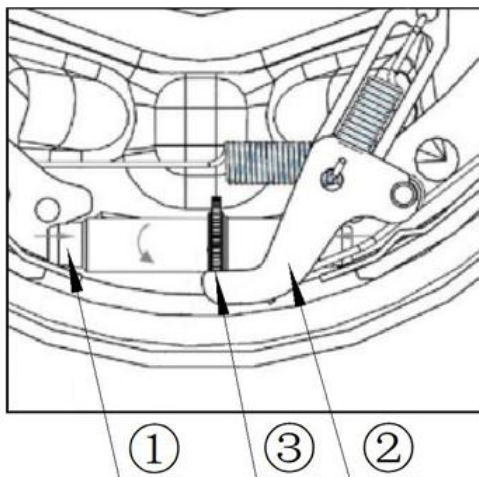
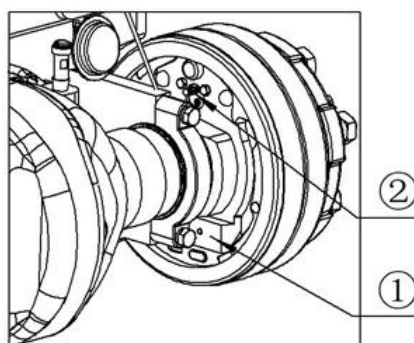

Рис. 3-16. Схема конструкции автоматического регулятора тормозного барабана:
Рис. 3-18. Схема расположения тормозного барабана в положении для текущего обслуживания
- Нанести теплостойкую смазку на резьбу регулировочного винта (поз. (1) на Рис. 3-16);
- Осторожно сдвинуть регулировочную лопатку (поз. (2) на Рис. 3-16) в сторону от регулировочного храповика (поз. (3) на Рис. 3-18), затем используя подходящий инструмент, повернуть регулировочный храповик в направлении серой стрелки на Рис. 3-16 и завернуть регулировочный болт в регулировочный храповик (поз. (3) на Рис. 3-16);
- Соединить чистую трубку для масла с заглушкой для слива (поз. (2) на Рис. 3-18) и приготовить чистую емкость для сбора слитого масла;
- Отвернуть заглушку слива (поз. (2) на Рис. 3-18), выпустить жидкость и воздух и затем затянуть заглушку (поз. (2) на Рис. 3-18) перед тем, как отпустить педаль, чтобы не допустить засасывание воздуха назад. Повторить этот процесс (обычно 5-10 раз для каждого колеса);